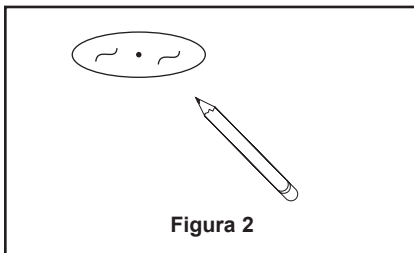

Figura 2
Paso 1. Ubique el centro de la abertura propuesta y use la plantilla para marcar y cortar con precisión una abertura. (Figura 2).